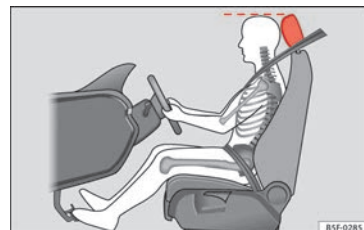

Fig. 95 Posición correcta del apoyacabezas del conductor.
- Ajuste el apoyacabezas de modo que el borde superior del mismo quede a la altura de la parte superior de su cabeza » fig. 95.